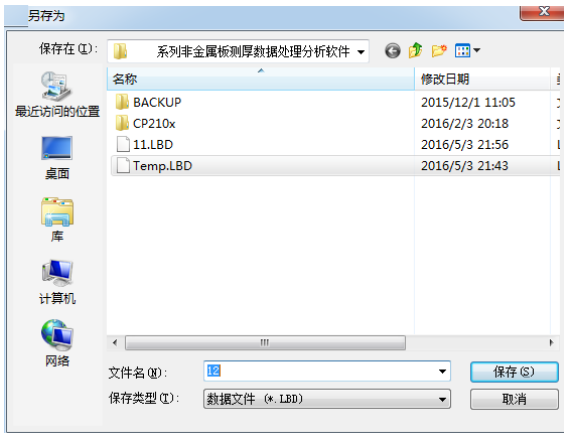

图 4.3 读取测量文件
2. 仪器显示**主机已连接**选择保存路径, 输入文件名, 保存文件, 如图 4.3 所示。